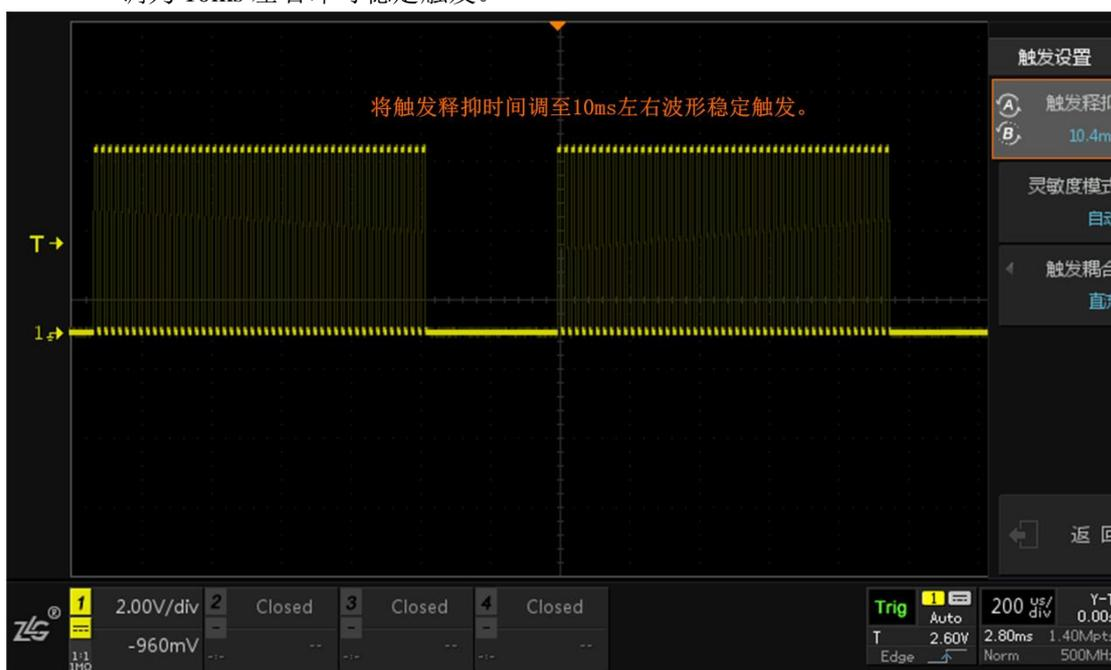

图 10.19 波形稳定显示
- 旋转旋钮 A 或 B 对触发释抑时间进行调节直至波形可稳定触发即可，如图 10.19 所示，根据信号特征调制频率为 100Hz，周期为 10ms，将触发释抑时间可以大致调为 10ms 左右即可稳定触发。